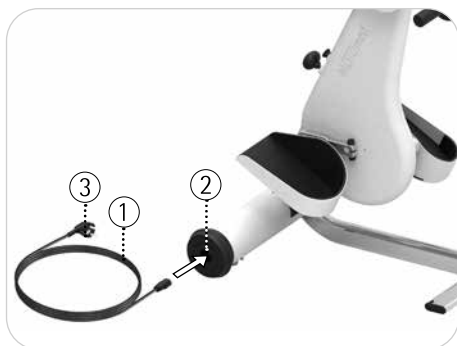

Fig. 4.4
vezi Fig. 4.4 Racordați cablul de alimentare de la rețea ① mai întâi la fișa rece a aparatului ② din butucul roții MOTOMed. Aveți grijă la stabilitatea racordului. Introduceți apoi ștecherul de rețea ③ al cablului de alimentare de la rețea ① într-o priză din încăpere.